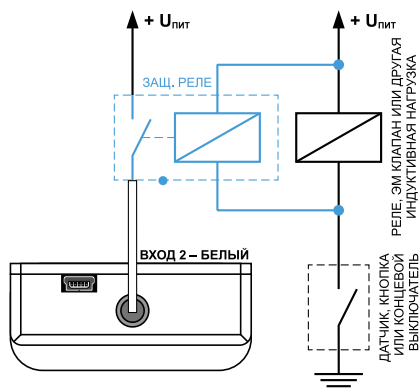

Рис.17. Схема подключения защитного реле
2. Защитное реле (Рис.17) – устанавливается параллельно индуктивной нагрузке. При этом контакты защитного реле служат для замыкания входа контроллера на «плюс».